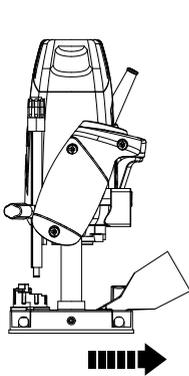

Fig. 25
- > Pour la réalisation de coupe/bordure parallèle, poussez l'appareil vers l'avant quand le guide parallèle est installé à droite (vu depuis la position de l'opérateur) (Figs. 25, 26).